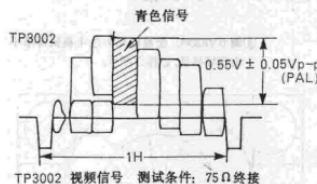
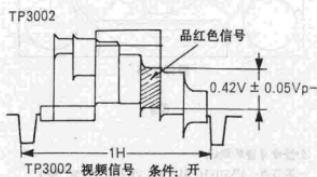

图7
图8
- 步骤: ①置系统开关于“AUTO”位置;
②将PAL制彩条信号输入录像机;
③推入空白磁带,记录PAL制彩条信号;
④重放刚录制的磁带;
- ⑤调节VR8008(PAL),使青色电平为 $0.55 \pm 0.05Vp-p$,如图7所示;
⑥将SECAM制彩条信号输入录像机;
⑦推入空白磁带,记录SECAM制彩条信号;
⑧重放刚录制的磁带;
⑨调节VR8004(SECAM),使品红色电平为 $0.42 \pm 0.05Vp-p$,如图8所示。